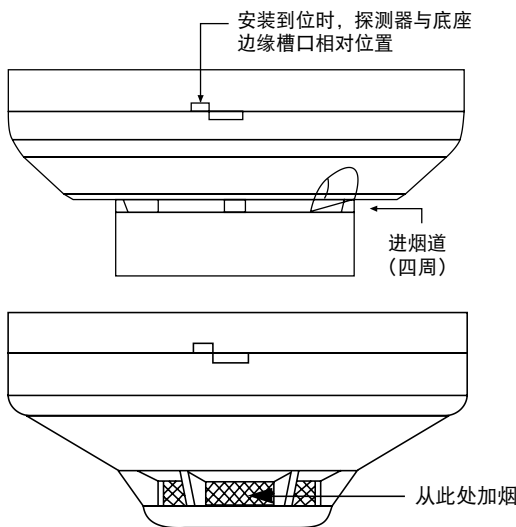
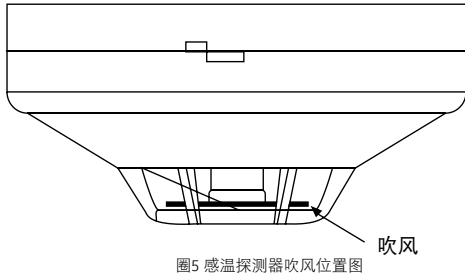

图4. 感烟探测器加烟位置图
图5. 感温探测器吹风位置图
- 4) 继续顺时针方向旋转探测器直至锁定就位。此时探测器与底座边缘槽口位置见图4和图5。
- 6) 探测器如需加烟测试，可用气溶胶发生器或相当的加烟工具，如图4所示进烟位置进行加烟测试，此时探测器（感烟型）应能报出火灾信号。
对于感温探测器的加温测试可用一热吹风机以一定距离（15cm）向探测器吹风（图5），稍后探测器应能报出火灾信号。注意:上面所述测试方法均为现场测试探测器用，而不能作为灵敏度的校准。